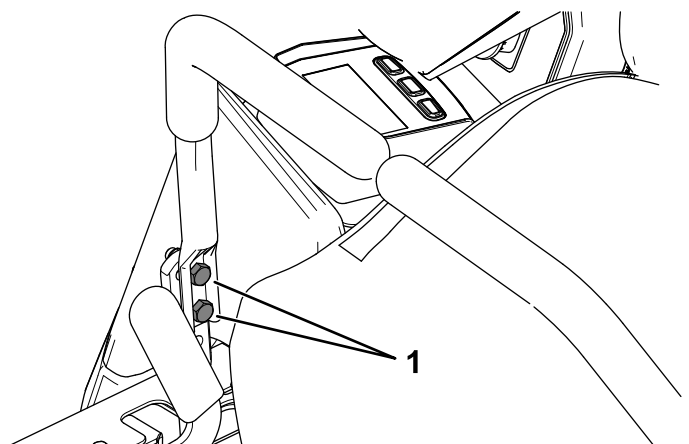

Figura 48
10. Si es necesario alinearlas, afloje los 2 pernos de montaje de la palanca de control de movimiento del lado que está mal alineado (Figura 48).
- 12. Apriete los 2 pernos de montaje de la palanca de control de movimiento (Figura 48).